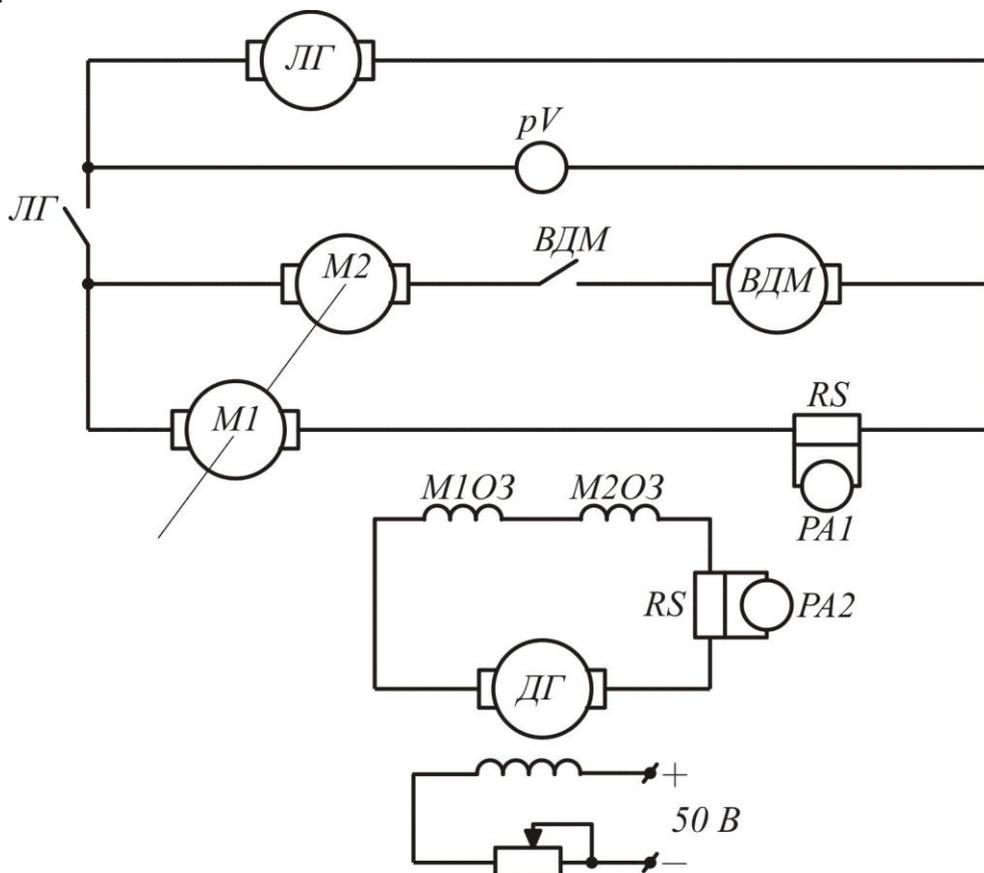

Рис. 5.1. Схема незалежного живлення обмоток збудження
1. Переключити стенд взаємного навантаження на незалежне збудження, для чого відключити обмотки збудження від кола двигуна і подати на них живлення від допоміжного генератора (рис. 5.1).